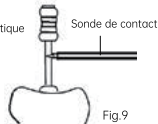

Fig.9
- 7.2.6. Une sonde peut également être utilisée à la place du clip pour toucher la lime lors du traitement des dents postérieures afin de déterminer la longueur de travail. (Fig. 9)